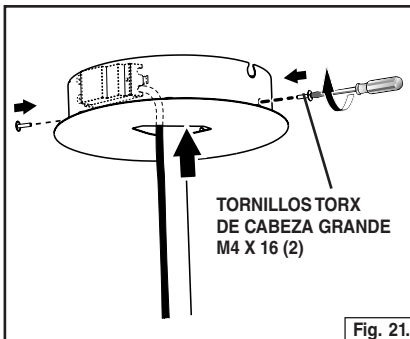

Fig. 21.
3. Instale el toldo del techo y fíjelo con (2) tornillos Torx de cabeza grande M4 x 16. Fig. 21. Quite el revestimiento de protección.